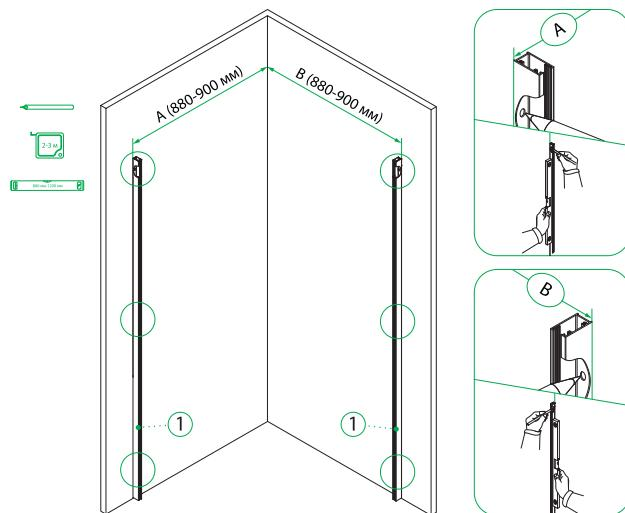

Рис. 5/5-сур.
- Приложите пристенные профили (№1) к стене, выровняйте по уровню и произведите разметку отверстий для шурупов (№3, рис. 5).